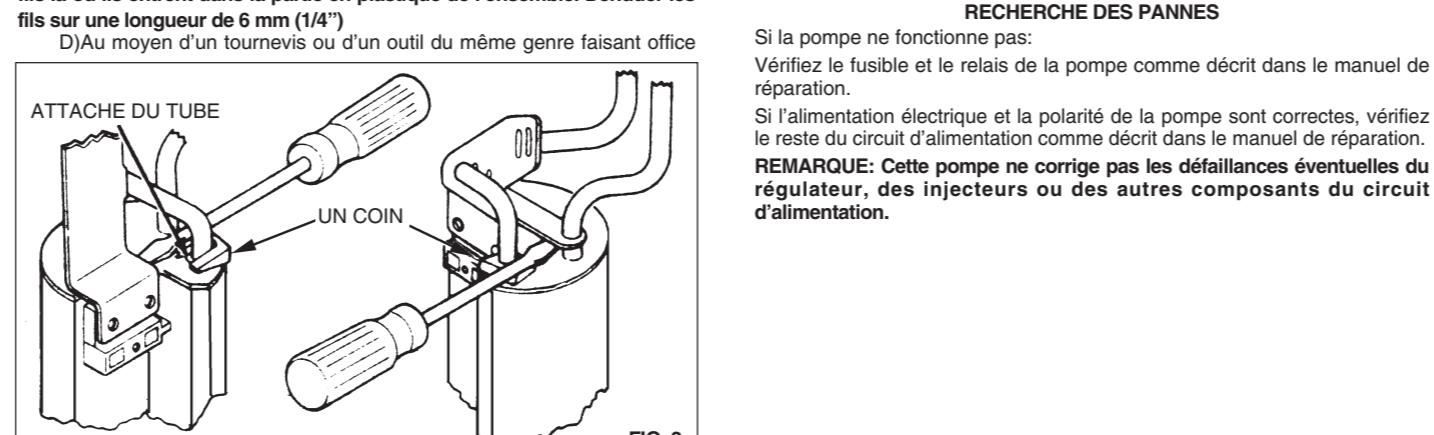

FIG. 2
D) Using a screwdriver or similar prying device with the wedge provided, and referring to the diagrams for various tank units (fig. 2), sortez l'ensemble tubulure-flasque de l'unité immergée. Aucune des attaches de l'unité immergée ne doit se trouver sur les tubes. Jetez l'unité immergée ainsi déposée ainsi que son filtre.